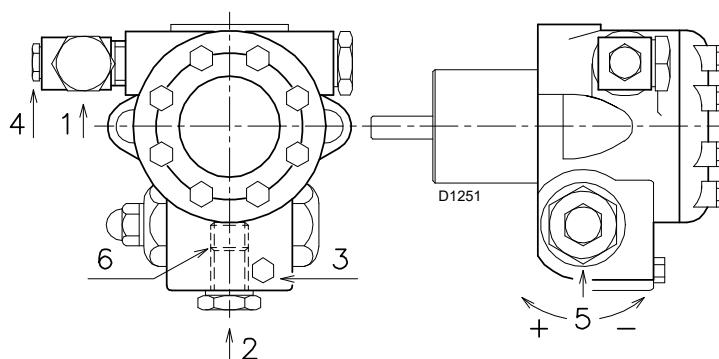

Fig. 17
- A fin de que la bomba pueda autocebarse, es indispensable aflojar el tornillo 3)(Fig. 17) de la bomba para purgar el aire que pueda haber en el tubo de aspiración.
Para variar la presión de la bomba, usar el tornillo 5)(pág. 16 Fig. 17).